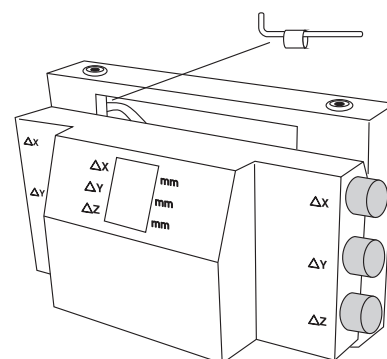

図42
- ④ ニードル位置決め装置の上の開口部からスペーサーをロッドの上に設置します（図42）。